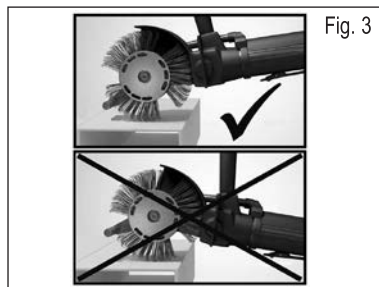

Fig. 3
5. Pentru o performanță optimă aveți grijă ca bara de accelerare să fie ghidată aproape de suprafața de prelucrat. La o depărtare prea mare a barei de accelerare față de suprafață, performanța scade perceptibil. **Vezi Fig. 3.** O descriere mai detaliată a modului de lucru cu aparatul Bristle Blaster® puteți găsi în **DVD-ul anexat sau de pe pagina de internet www.monti.de**